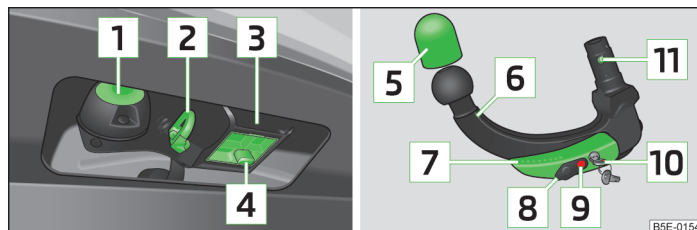

Fig. 137 Presa del dispositivo di traino / Testa sferica
- Tirare verso il basso il cappuccio  » fig. 137 a pagina 169.
- Inserire il cappuccio **[4]** » fig. 137 a pagina 169 sul pozzetto di alloggiamento.